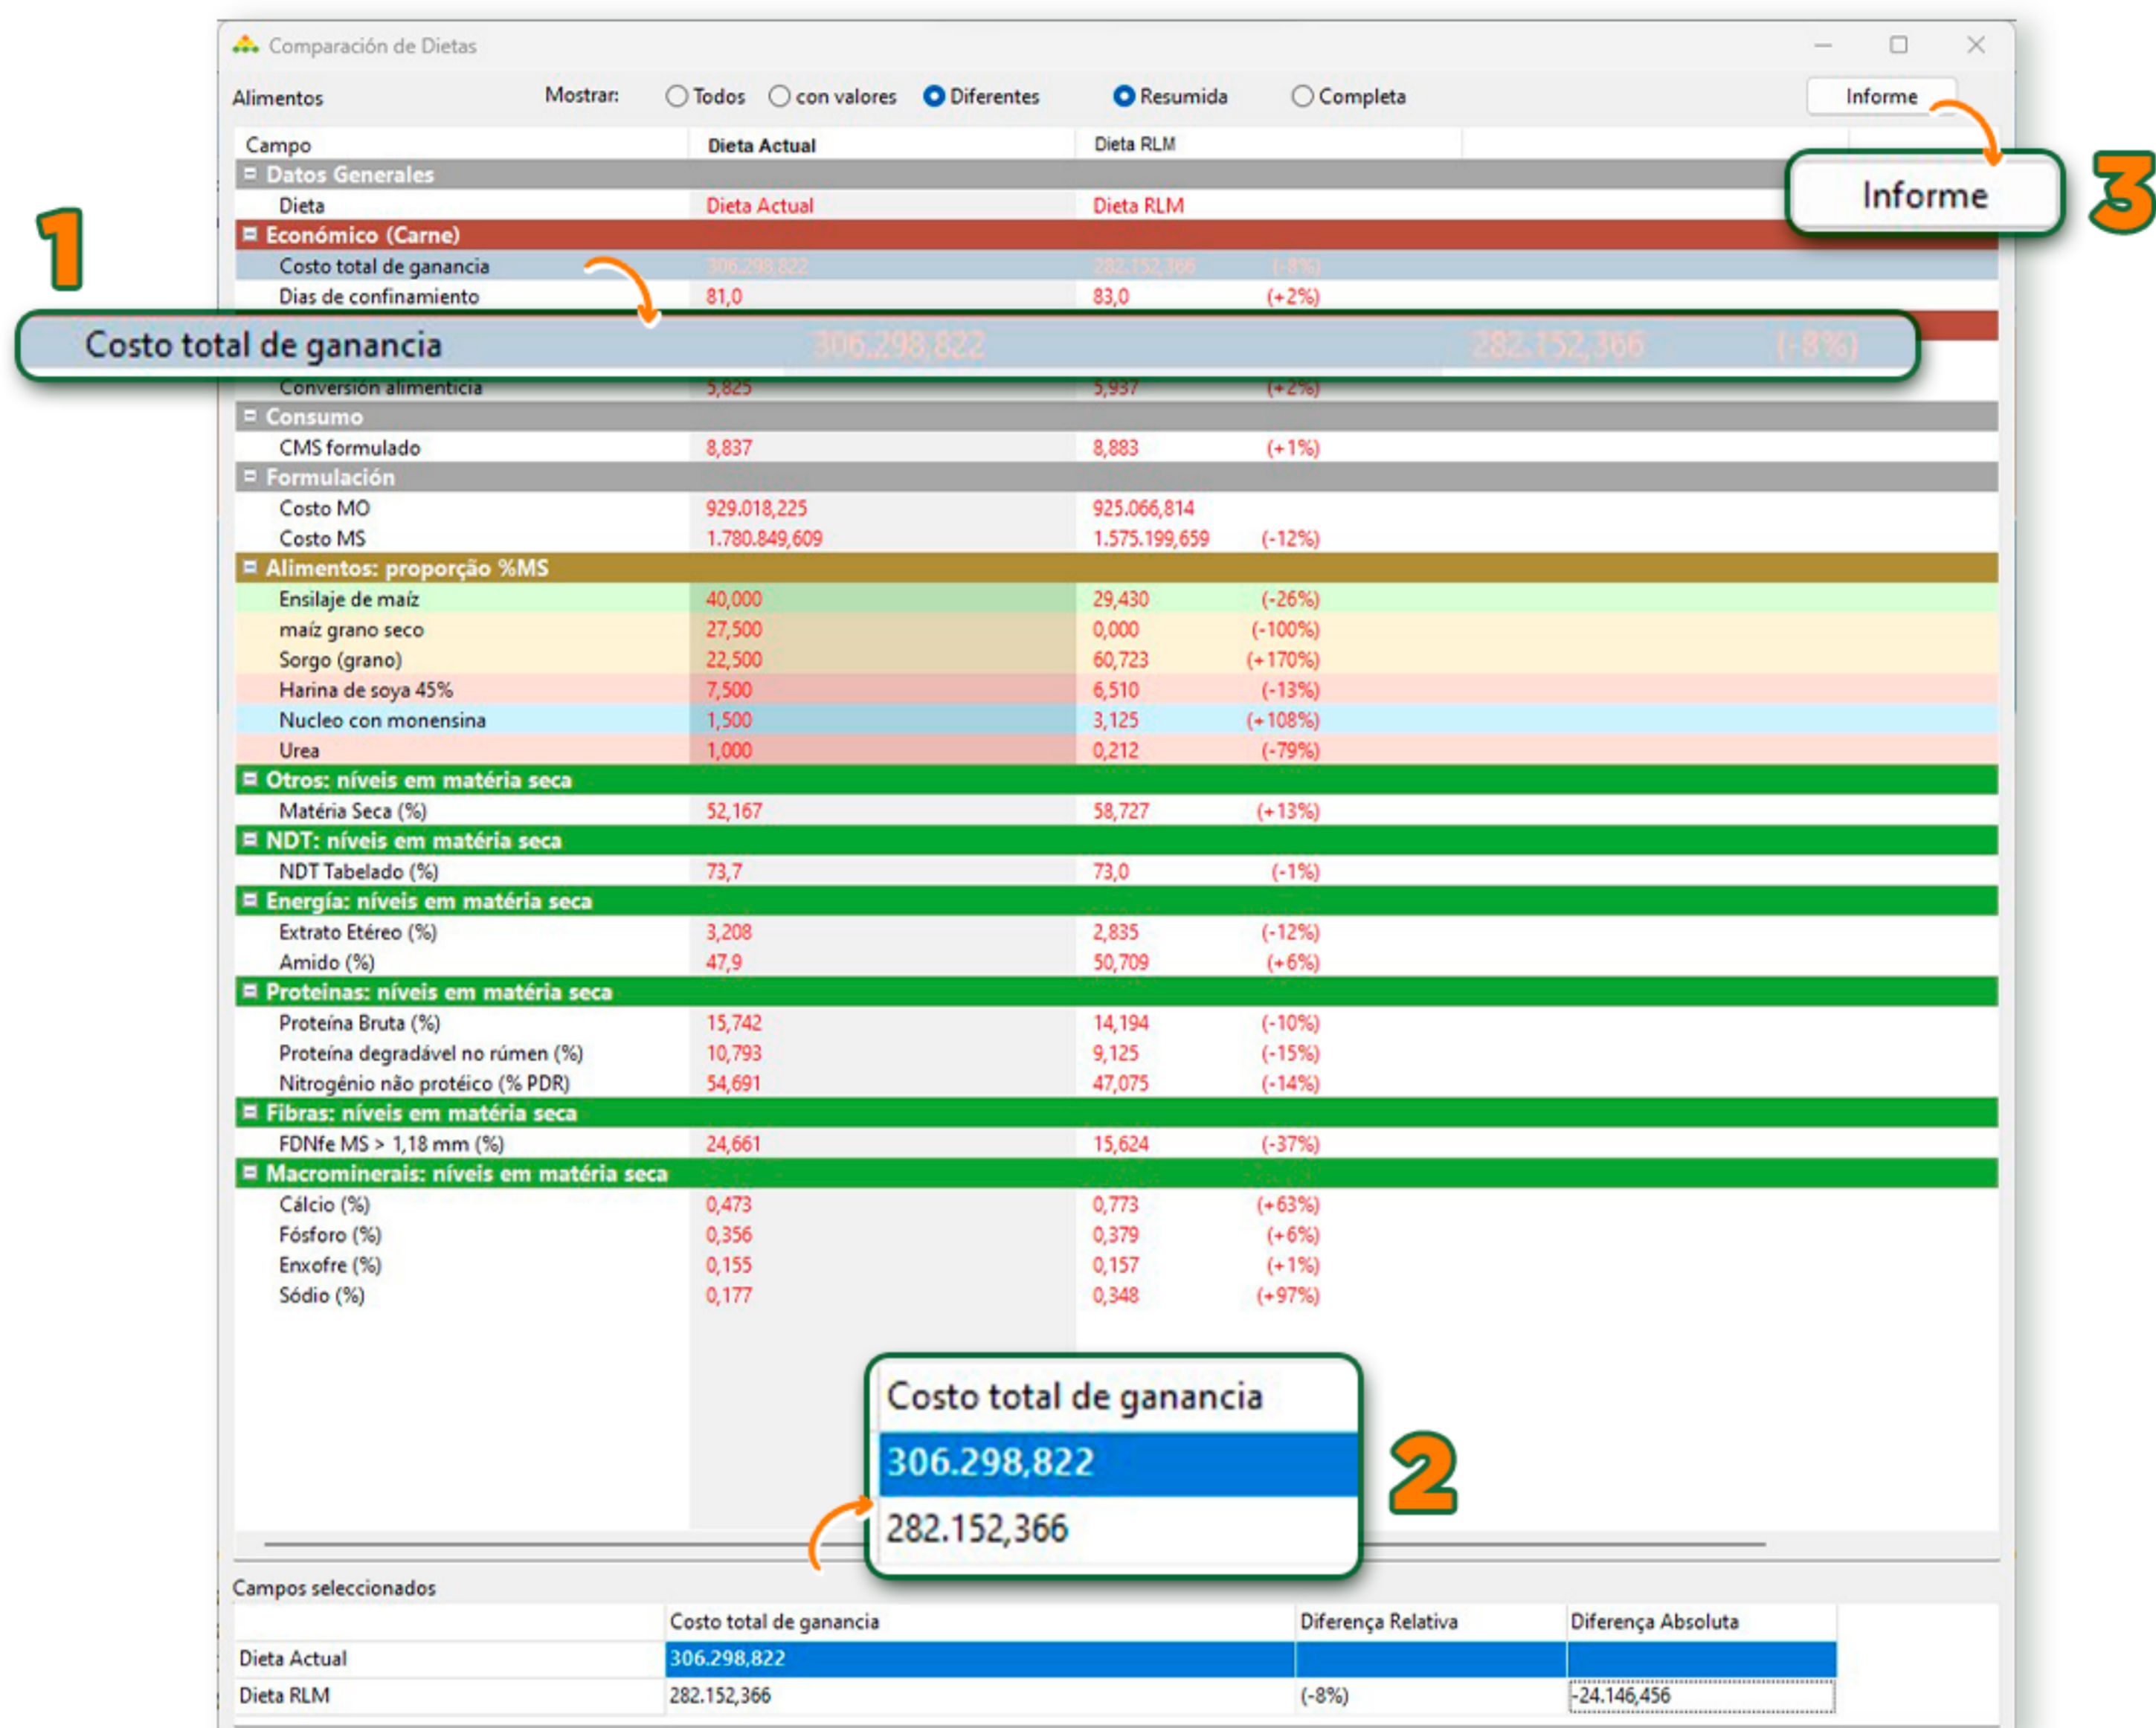

FIGURA 2.6 - COMPARACIÓN DE FORMULACIONES CON ÉNFASIS EN EL COSTO POR ARROBA O KG PRODUCIDO
En esta ventana (Figura 2.6) puede ver la mayor parte de la información sobre las dietas seleccionadas. Cuando se selecciona una de las opciones (1), la siguiente tabla genera un cálculo de diferencia porcentual y absoluta para una métrica determinada (2). También es posible emitir un informe para enviar al cliente (3), en el que se resaltarán las diferencias entre las formulaciones.